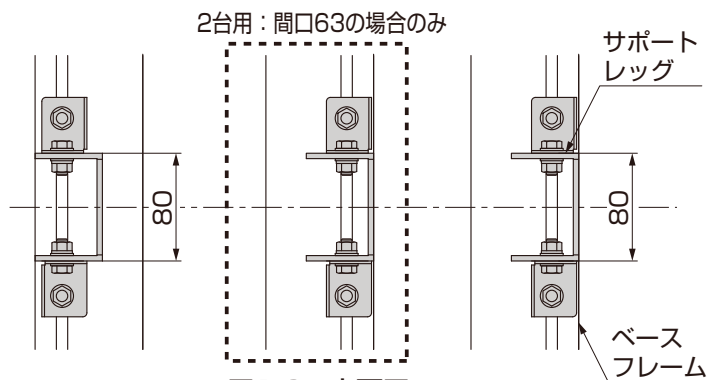

図1-3 上面図
- ベースフレームの向きは図1-2、図1-3を参照して確認してください。